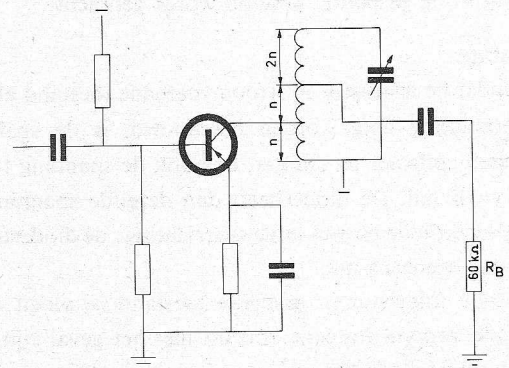

Fig. 9
② De α_E van de transistor in de schakeling van fig. 9 is 50 en de basiswisselstroom bedraagt $10 \mu\text{A}$. De collector-aansluiting is op $1/4$ van de spoel afgetakt en de aansluiting voor de belastingsweerstand R_B op het midden van de spoel. De kring is afgestemd op de frequentie van de